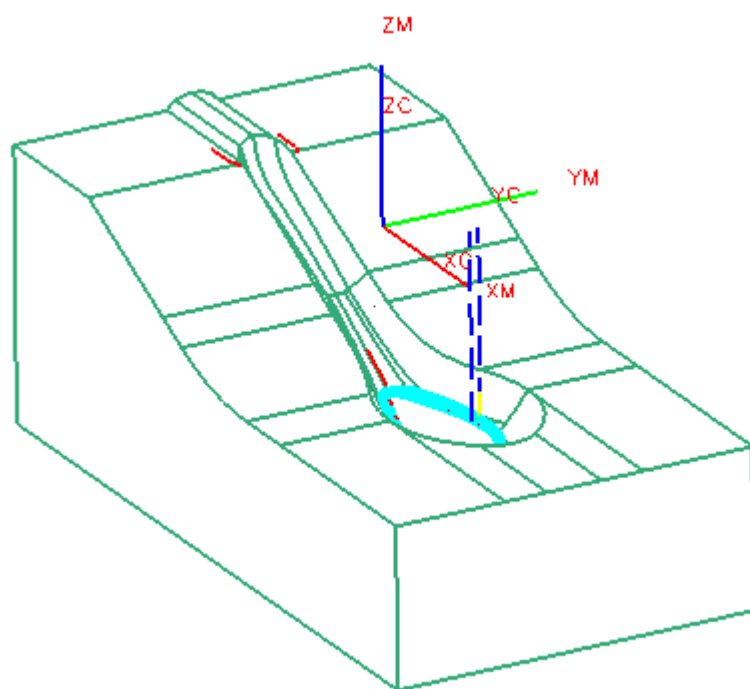

图 9-169
- 单击 , 生成如图 9-169 所示的刀轨, 单击 O K。